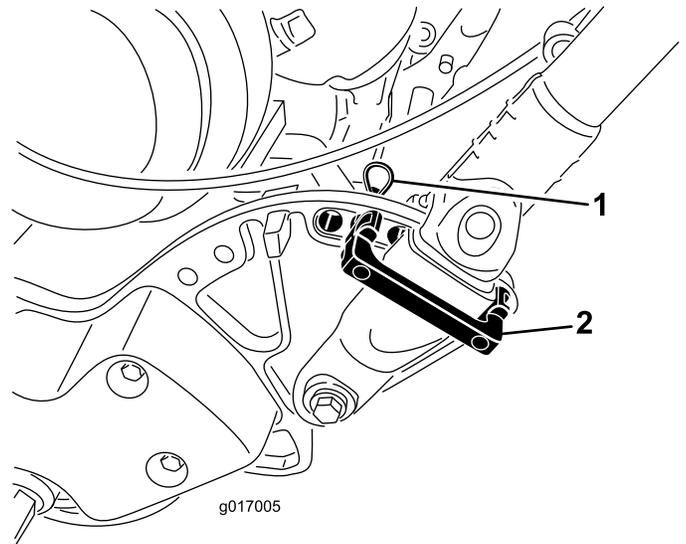

Bild 27
1. Nehmen Sie an jeder Seite der Maschine die Splinte aus den Holmbefestigungen (**Bild 27**).
2. Stützen Sie den Holm ab. Nehmen Sie die Splinte an jeder Seite ab. Drehen Sie den Holm in die gewünschte Einsatzposition (**Bild 27**).